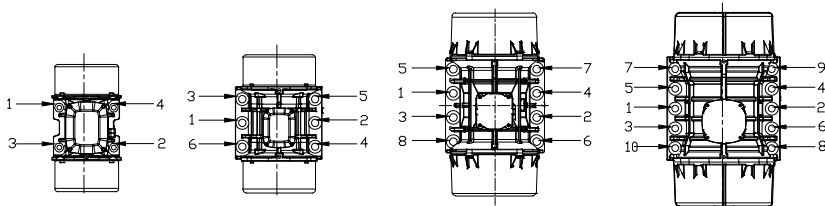

图 2 紧固螺栓拧紧次序
5、振动电机四个底脚螺栓应根据孔径选用相应不低于 8.8 级的高强度螺栓，用扳手可靠紧固并采用防松措施，不可有任何松动。SIZE10~50 应采用平垫的防松结构。SIZE60~130 一般应采用平垫加双螺母紧固并防松。按图 2 所示的次序拧紧装配螺栓。如果未按规定次序拧紧，将有可能导致振动电机损坏。将振动电机安装到安装板上之前，应在所有的螺栓上涂以螺纹胶。